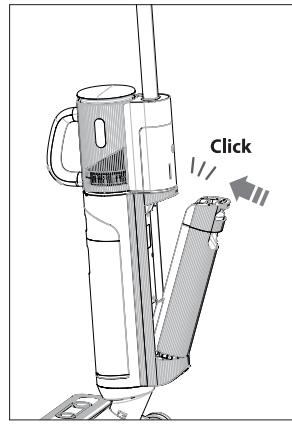

Abb. 8 – Wassertank
- ▶ Setzen Sie den Frischwassertank leicht schräg in die Aussparung auf der Geräterückseite ein und drücken Sie den Frischwassertank an, bis er hörbar einrastet und fest sitzt (**siehe Abb. 8**).